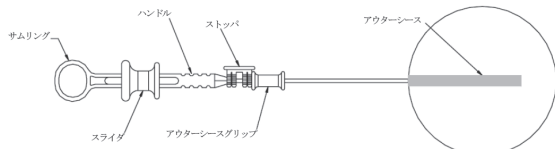

図6: デリバリーシステムを内視鏡から取り外せる状態
- (6) クリップがデリバリーシステムから分離するまでスライダを手元側に慎重にスライドさせる。クリップがデリバリーシステムから分離したら、スライダから手を離し、アウターシースグリップを先端側にスライドさせてアウターシースでカテーテル先端部を覆う。ストップパを元の位置に取付ける(図6参照)。